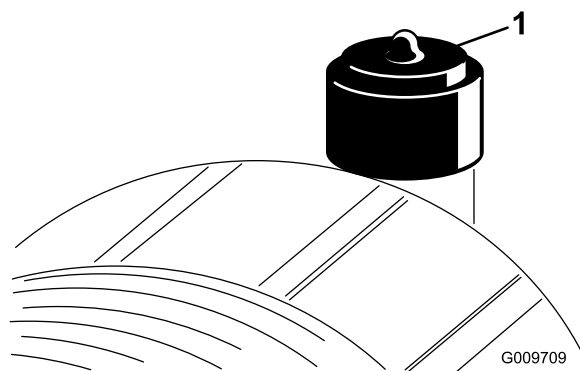

Figure 47
- Remplacez l'élément du filtre à air quand l'indicateur de colmatage (Figure 47) est rouge. Ne nettoyez pas l'élément du filtre à air trop souvent.
3. Réarmez l'indicateur de colmatage s'il est rouge ; voir Figure 47 dans Contrôle de l'indicateur de colmatage du filtre à air (page 42).